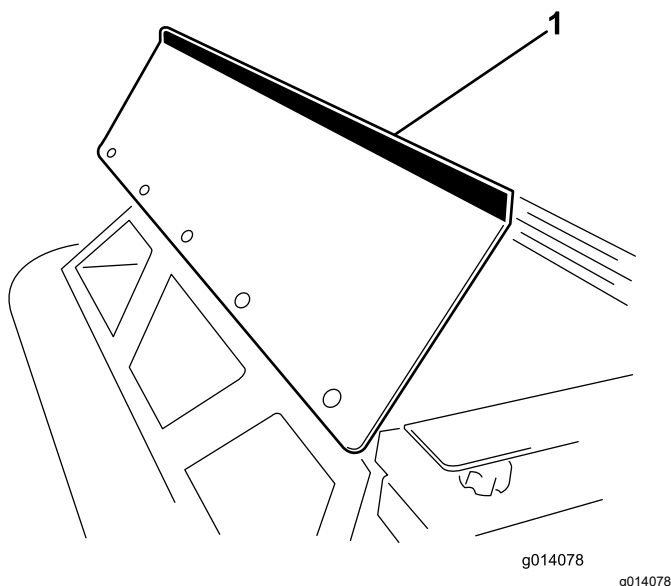

Figura 1
2. Fissate la protezione della tramoggia sulla parte anteriore della tramoggia spanditrice con 5 bulloni ($\frac{1}{4}$ " x $\frac{5}{8}$ ") e dadi flangiati (Figura 1).